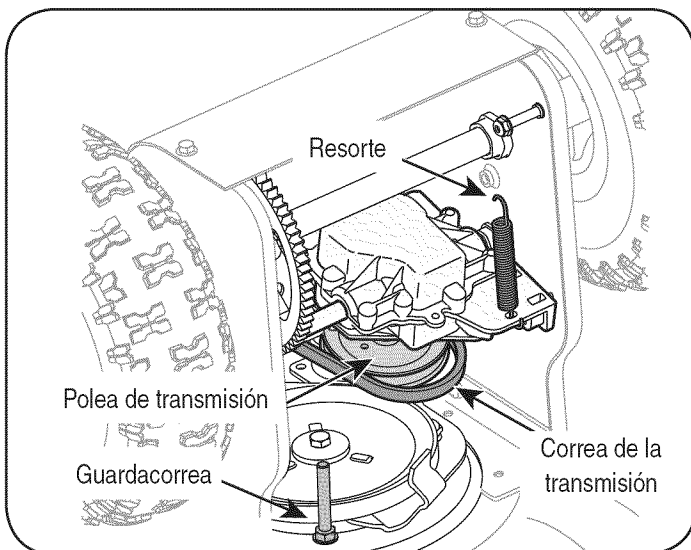

Figura 19
1. Incline la máquina quitanieve hacia arriba y hacia adelante de manera que quede apoyada sobre la caja de la barra. Retire el guardacorrea como se indica en la Figura 19. Regrese la máquina quitanieve a su posición vertical para completar los siguientes pasos.
2. Quite el resorte que conecta la transmisión a un perno en el cuadro del motor. Vea la Figura 19.